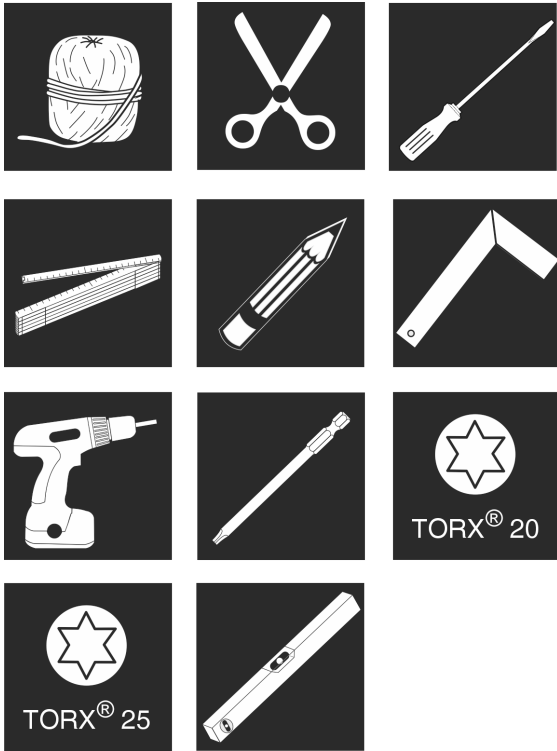

Fig. 9
1. Надати інструмент. Fig. 9 ()